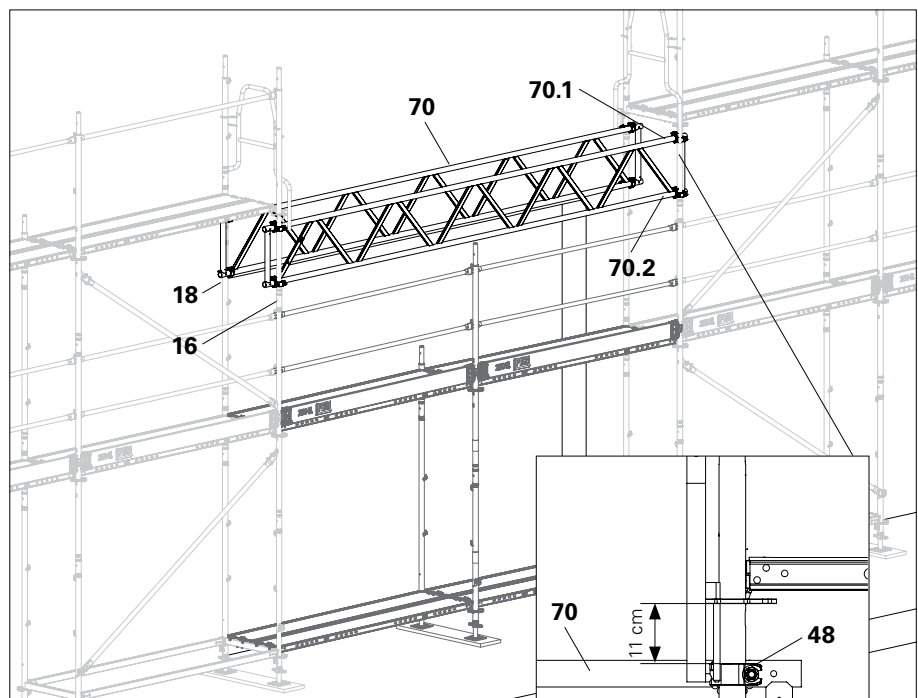

Abb. D4.02
4. Mit zwei Normkupplungen Untergurte der Gitterträger (70.2) festschrauben. (Abb. D4.02)